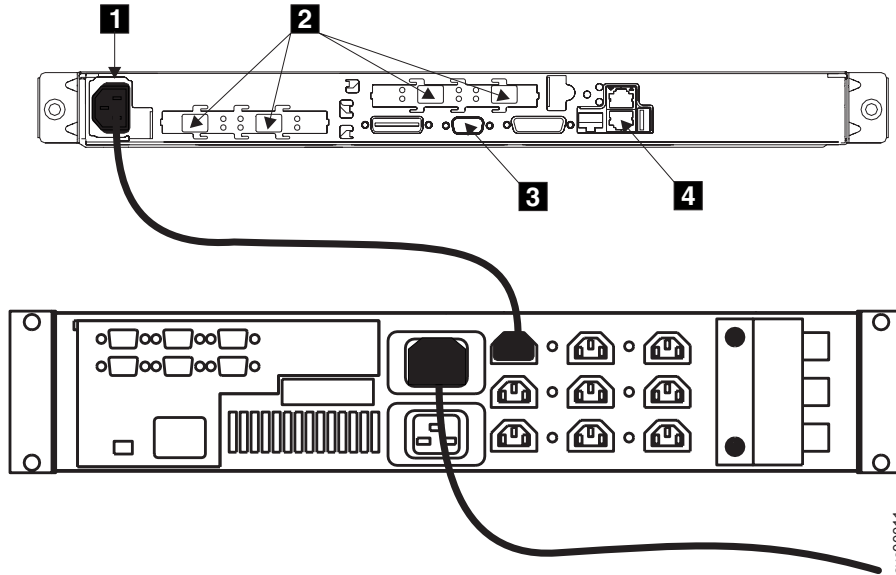

Figura 3. Cable de alimentación y zócalos de señal para el SAN Volume Controller 2145-4F2 y la fuente de alimentación ininterrumpida 2145
2. Asegúrese de que el cable de alimentación está conectado en la fuente de alimentación ininterrumpida 2145. Asegúrese también de que el otro extremo del cable de alimentación se ha conectado desde la fuente de alimentación ininterrumpida 2145 hasta el punto de distribución del bastidor. En la Figura 3 se muestran los conectores del SAN Volume Controller 2145-4F2 y la fuente de alimentación ininterrumpida 2145. En la figura, el conector del cable de alimentación se muestra con un **1**.